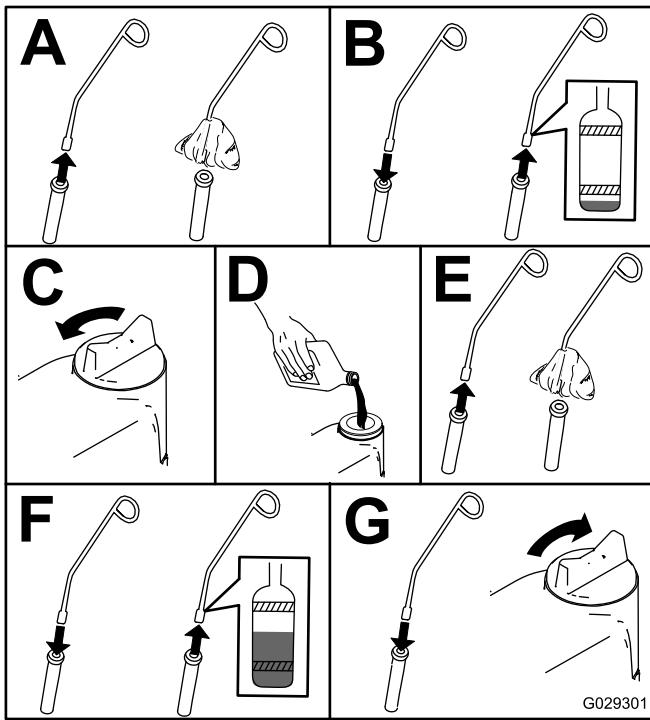

Рисунок 34
- Уровень масла в двигателе достаточный, если он находится между отметками на щупе (вид F на Рисунок 34). Если уровень масла на щупе находится ниже нижней отметки (вид В на Рисунок 34), долейте столько масла, чтобы его уровень располагался между отметками на щупе.